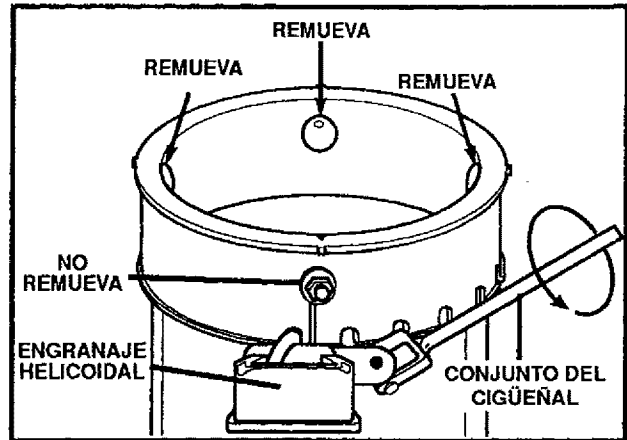

FIG. 7
- Remueva los tres pernos portadores, las arandelas planas, y las tuercas de la brida del canal de nieve. **NO** remueva el perno portador sobre el engranaje helicoidal (Vea la FIG. 7).